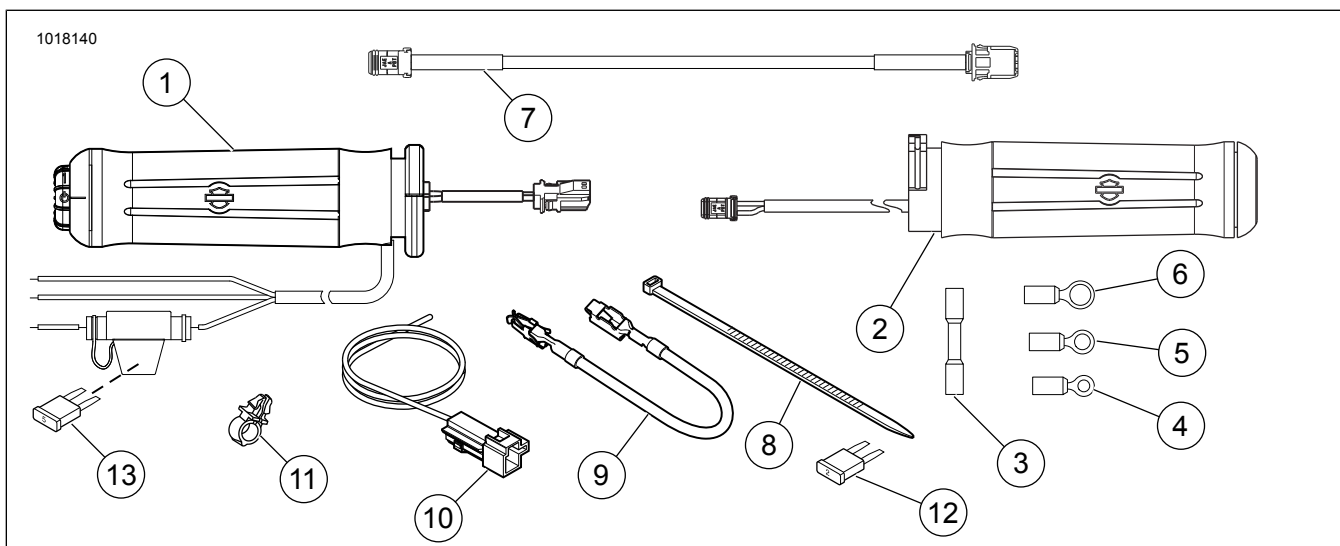

Figura 22. Peças de reposição, Kits de punho aquecido
3. Consulte Figura 22. Selecione o terminal de anel correto (4, 5 ou 6) do kit para instalar o perno de terminal prateado (com o fio vermelho) no disjuntor.
1. Consulte Figura 22. Selecione o terminal de anel correto (4, 5 ou 6) do kit para instalar o perno de terminal prateado (com o fio vermelho) no disjuntor.
2. Consulte Figura 22. Selecione o terminal de anel correto (4, 5 ou 6) do kit para instalar o perno de terminal prateado (com o fio vermelho) no disjuntor.
2. Consulte Figura 22. Ligue a cablagem adaptadora (10) do kit no conector B+.
Consulte Figura 22 e Tabela 1.